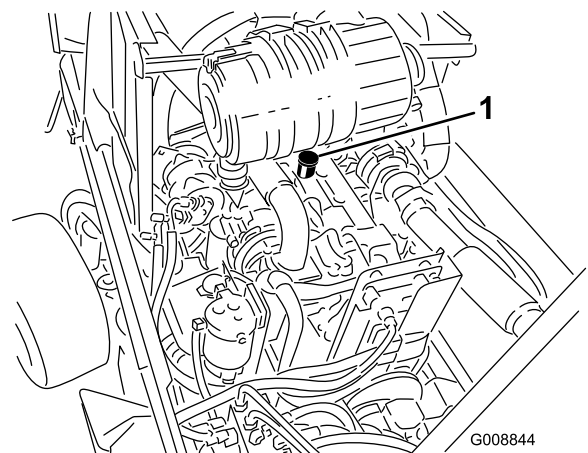

図 62
3. 不足している場合 (Low マークよりも下) は、補給管についているキャップ (図 62) を取り、Full 位置までオイルを補給する。**入れすぎないこと。**